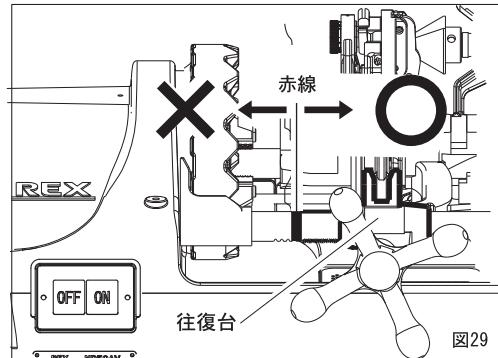

図29
- 受けパイプの赤線が往復台でかくれた位置からねじ切りを開始すると、ねじが切れ上がるまでに往復台が主軸台に当たり、事故や破損の原因となります。(図29)
①希望するサイズにセットされているか確認してください。
受けパイプの赤線が往復台でかくれた位置からねじ切りを開始すると、ねじが切れ上がるまでに往復台が主軸台に当り、事故や破損の原因となります。(P. 16 図 29)
受けパイプの赤線が往復台でかくれた位置からねじ切りを開始すると、ねじが切れ上がるまでに往復台が主軸台に当り、事故や破損の原因となります。(P. 16 図29)